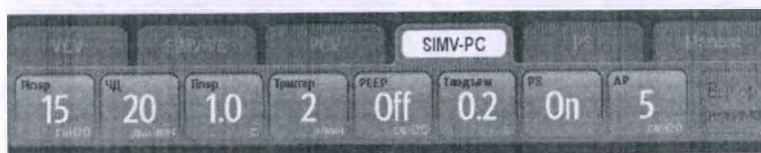

РИС. 5-14 Вкладка режима синхронизированной перемежающейся принудительной вентиляции с регулируемым давлением (SIMV-PC)
2. Проверьте, что все параметры **SIMV-VC** или **SIMV-PC** настроены должным образом. При необходимости нажмите клавишу параметра, чтобы изменить его настройки (РИС. 5-14).